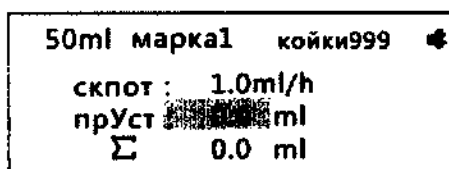

Рис. 4-6
Введите параметры, как показано на рис. 4-6:
1. Поворачивайте поворотный регулятор, пока курсор не окажется на нужном параметре, затем нажмите на него для изменения параметра, как показано на рис. 4-6.